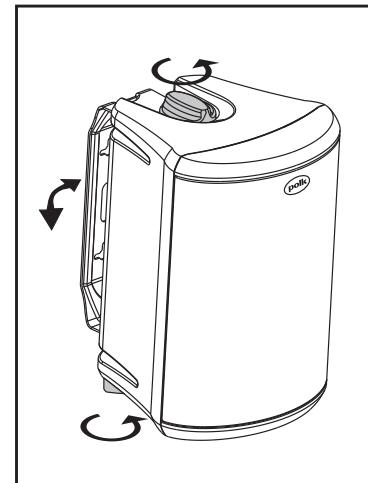

FIGURE 14
13. Once the speaker is mounted, the bracket knobs can be loosened to "aim" the speaker, and then hand-tightened to keep the speaker angled correctly [figure 14].
13. Une fois l'enceinte installée, les boutons du support peuvent être desserrés pour orienter l'enceinte puis resserrés à main pour garder l'enceinte correctement et solidement orientée [figure 14].
Attach and remove the speaker from the permanently secured bracket by tightening and loosening the bracket knobs [as shown in figure 14].
Pour une installation plus solide, vissez le support directement dans un montant portant du mur. Enfoncez les vis solidement à travers la partie rétrécie des fentes en trou de serrure et dans le montant. Ne laissez pas les têtes de vis dépasser. Montez ou dégarez l'enceinte en serrant ou desserrant les boutons du support [figure 14].